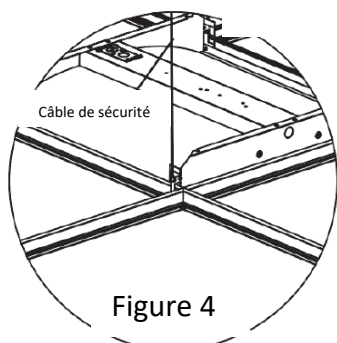

Figure 4
4. Si requis par les codes du bâtiment, utiliser un fil de suspension (non inclus) pour rattacher le luminaire adéquatement (Figure 4).